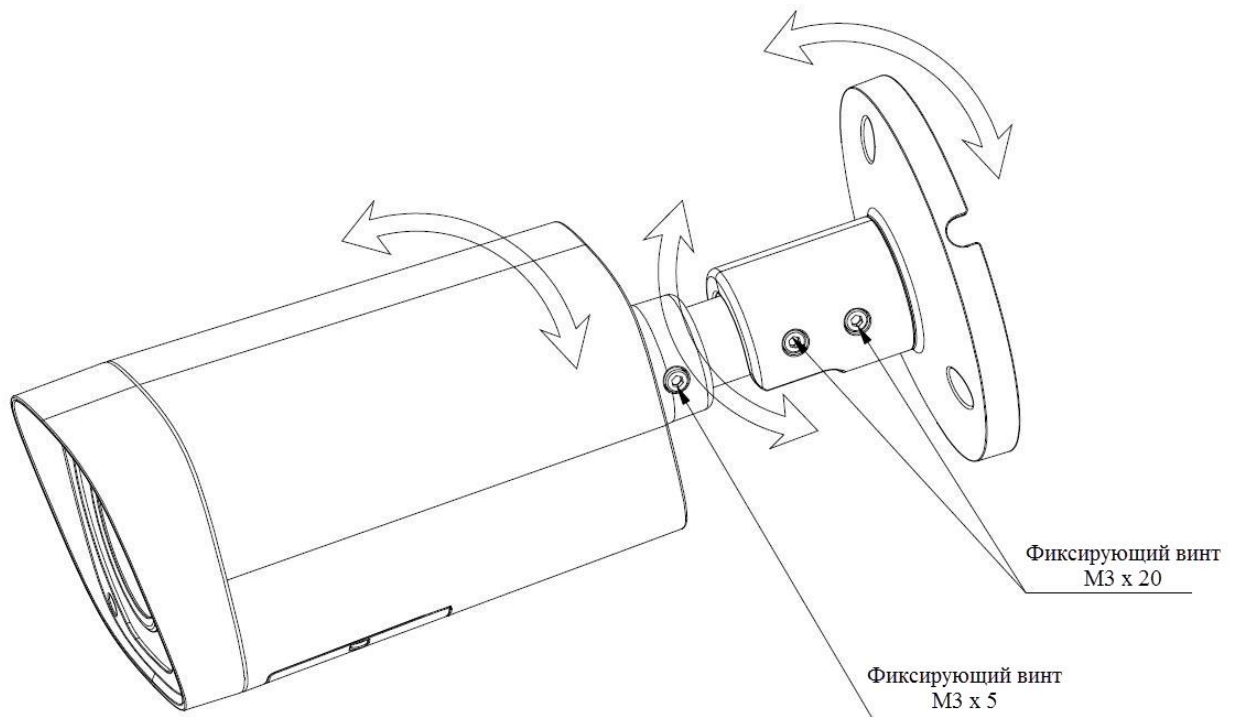

Рис. 3
- 2) После монтажа камеры на поверхность настройте ракурс обзора камеры, после чего затяните фиксирующий винты на кронштейне камеры (см. рис. 3).